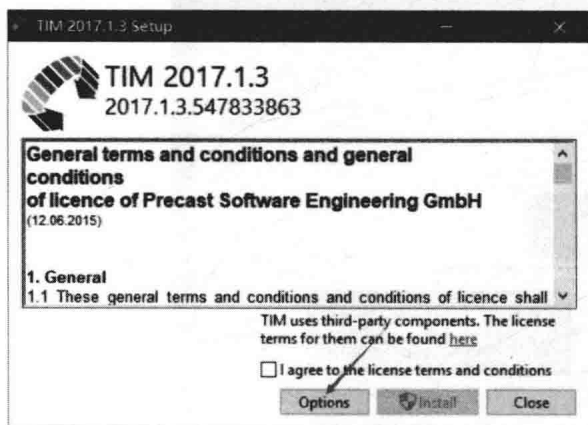

图 2-20
(2) 打开 TIM2017 应用程序后将会弹出一个对话框, 然后在弹出的对话框中单击【Options】选项, 如图 2-20所示。